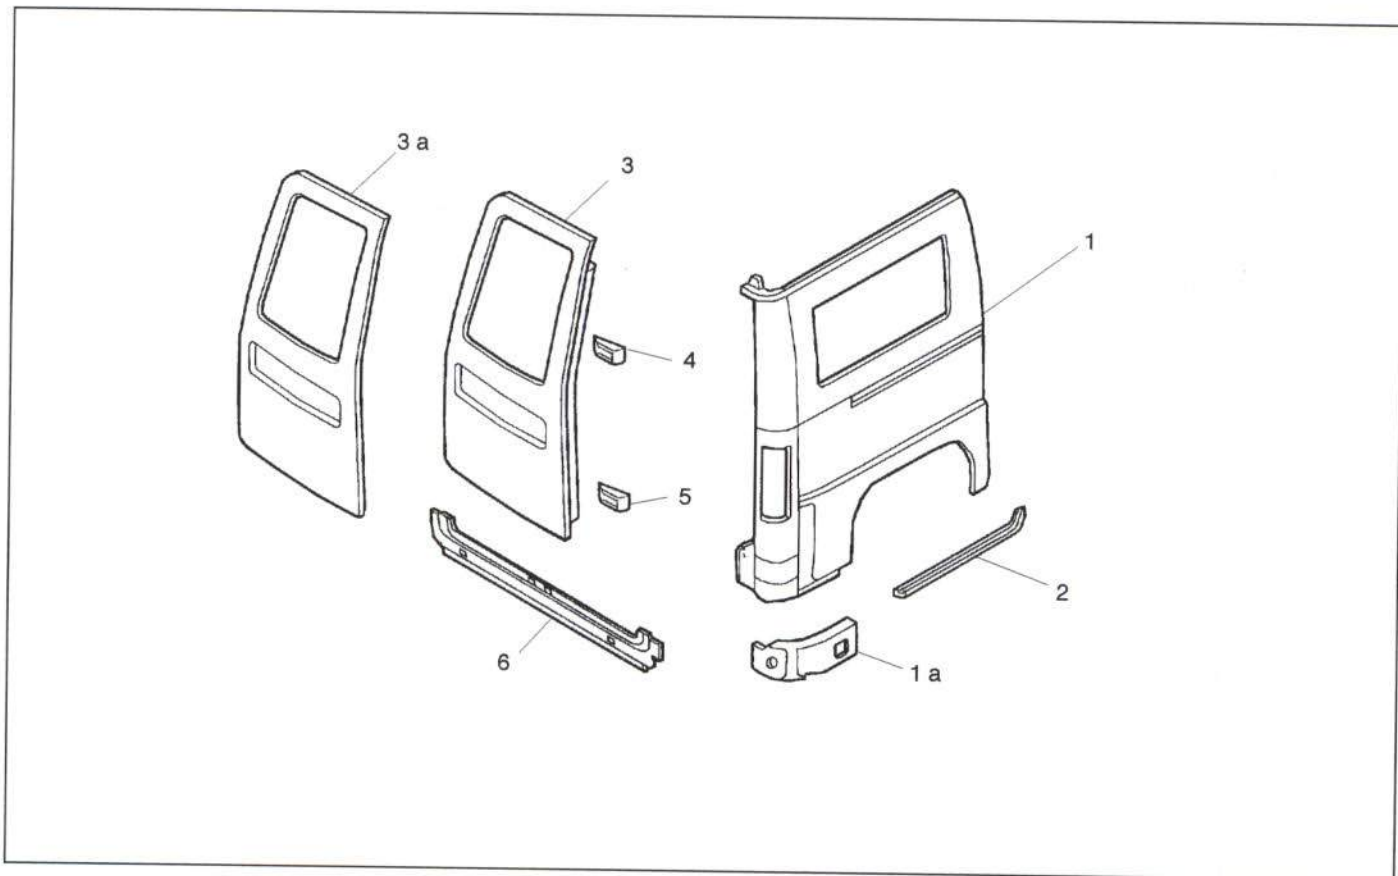

Figura 9.- Despiece exterior trasero
- Exterior trasero (figura 9).